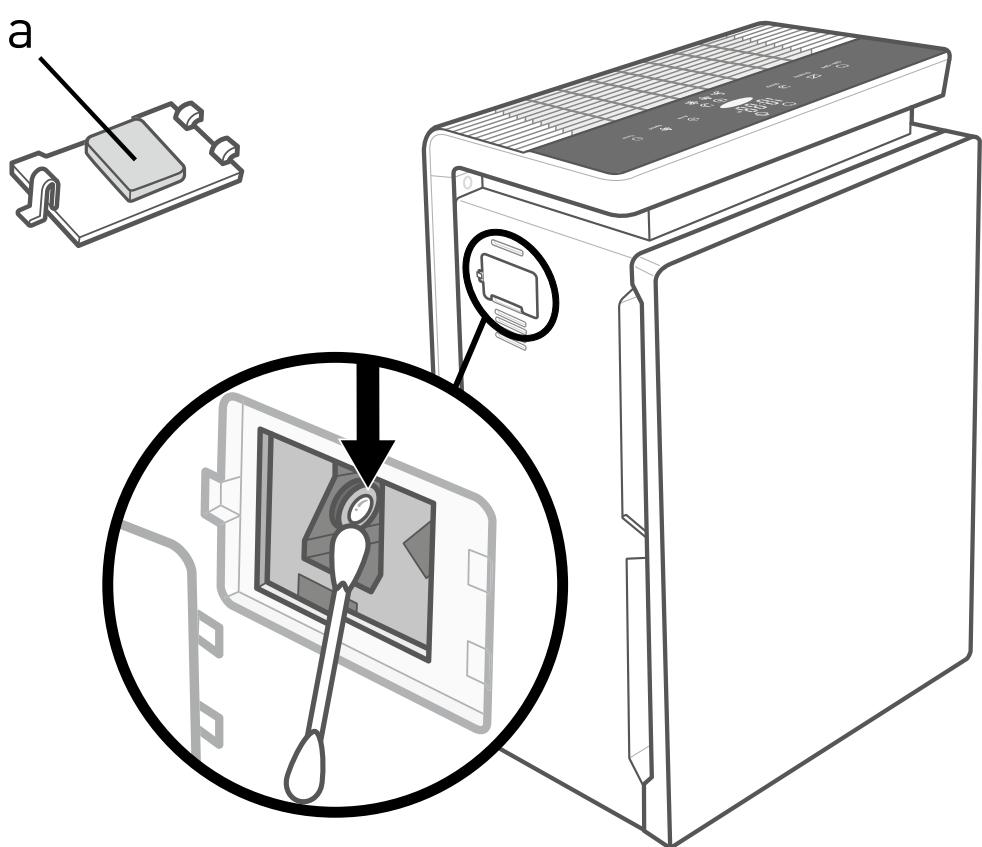

Fig. 4
- **Limpieza del sensor de calidad del aire (Fig. 4):**